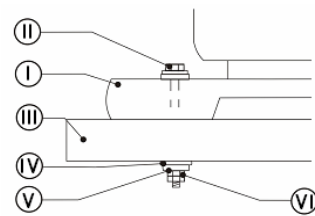

Рис. 2
8. МОНТАЖ СТАНКА (Рис.2)
8.1. Монтаж станка на верстаке (Рис.2)